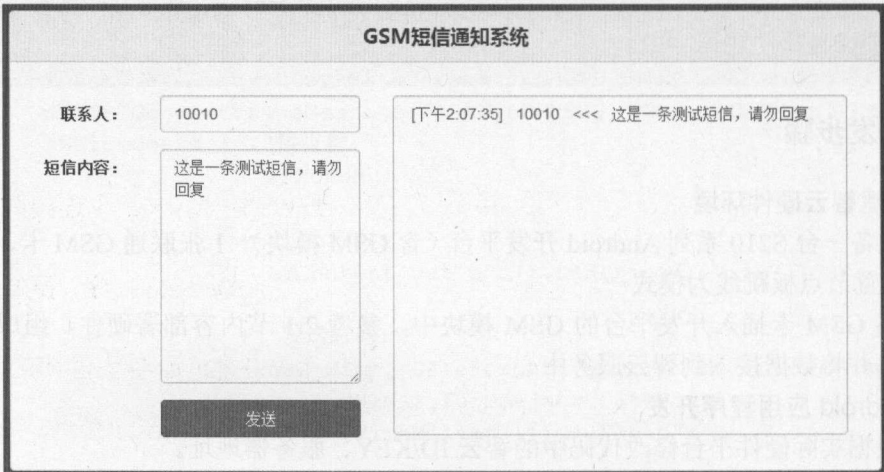

图 3.46 短信发送 Web 端实现
(1) 根据实际硬件平台修改代码中的智云服务器地址（若在局域网内使用，则设置为智云 Android 开发平台的 IP）和智云 ID/KEY。
(2) 将计算机接入互联网，或与智云 Android 开发平台设备在同一个局域网内。用谷歌浏览器（或支持 HTML5 技术的 IE10 以上版本浏览器）运行 Web 工程“SMSNotification-Web\SMSNotification.html”，进入 GSM 短信通知界面，如图 3.46 所示，在右侧会显示所发送的短信内容。